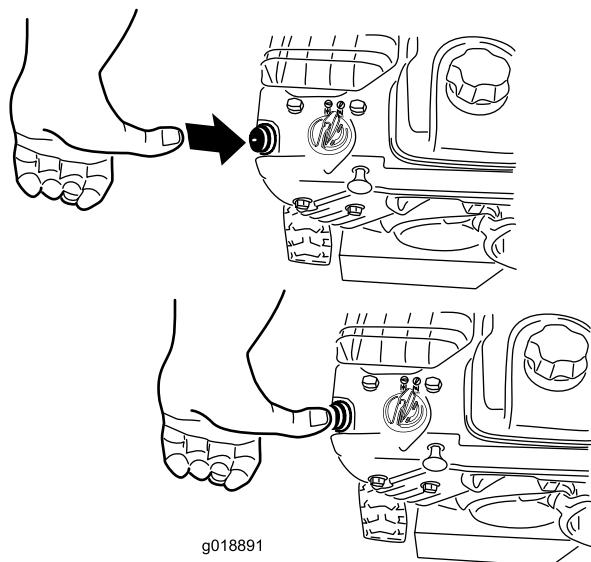

Figure 24
4. Appuyez fermement à 2 reprises sur l'amorceur avec le pouce (à partir de -9 °C [15 °F]) ou à 4 reprises (en dessous de -9 °C [15 °F]), en marquant une pause d'une seconde chaque fois (Figure 24).